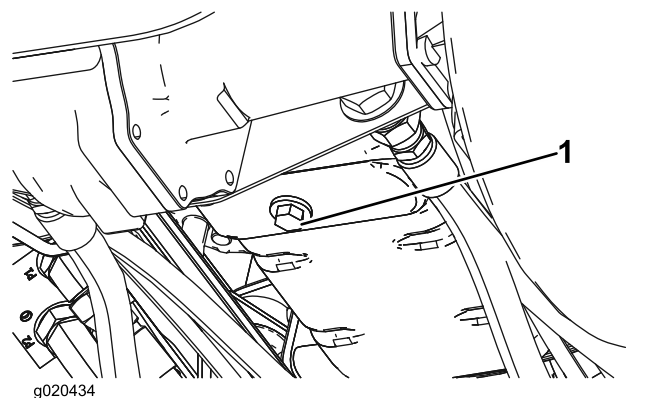

Рисунок 74
1. Снимите сливную пробку (Рисунок 74) и дайте маслу стечь в сливной поддон. Когда все масло будет слито, установите сливную пробку на место.